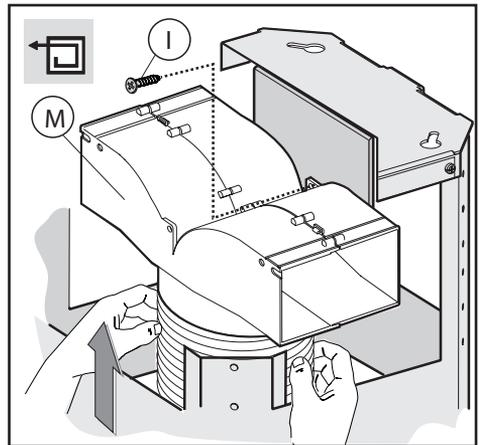
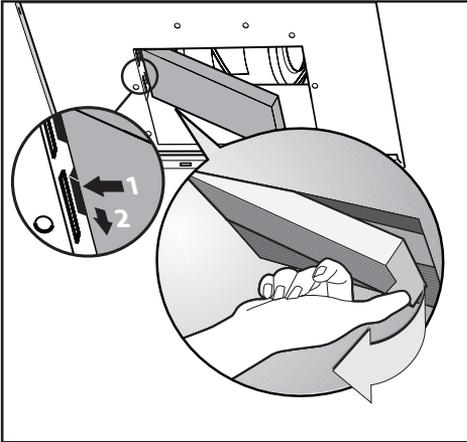
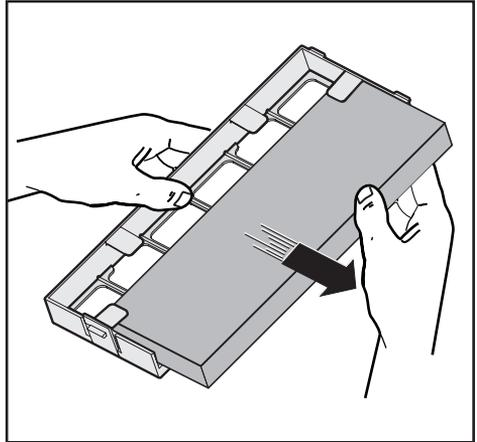

Fig. 8
Fig.16
Fig.17
• **Umluftversion:** Den Abluftschlauch an der Umluftweiche **M** anschließen und die Schraube **I**, wie in **Abb.8** gezeigt, befestigen. Die Kohlefilter müssen wie in **Abb.16** gezeigt in der Dunstabzugshaube angebracht werden. Es existieren zwei verschiedene Aktivkohlefilterarten: regenerierbare (waschbare) Longlife-Aktivkohlefilter (**Abb.17**) und nicht regenerierbare Standard-Aktivkohlefilter (**Abb.16**).